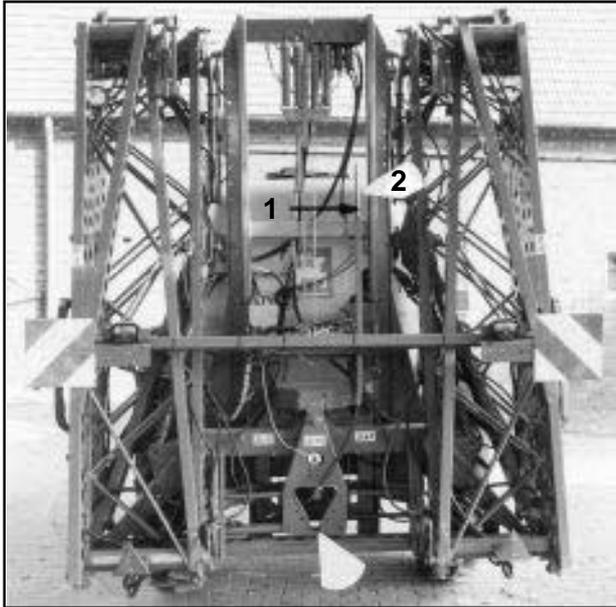

Fig. 10.33
**Entriegelt** ist der Schwingungsausgleich, wenn der grüne Abschnitt (10.33/ 1) der Ent- und Verriegelungsanzeige (10.33/ 2) sichtbar ist. **Fig. 10.33 zeigt den entriegelten Schwingungsausgleich.**